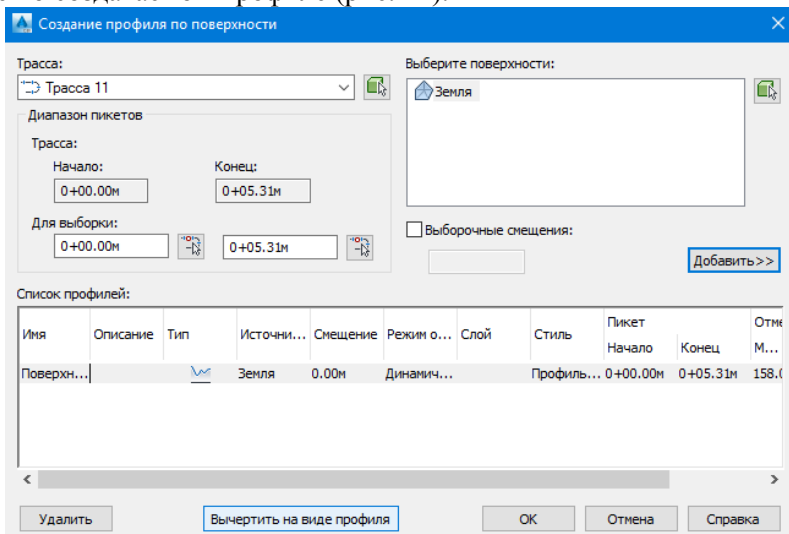

Рис. 44. Окно «Создание профиля по поверхности»
2. В диалоговом окне «Создание профиля по поверхности» нажать кнопку «Добавить», чтобы создать профиль по трассе. В списке профилей по выбранной трассе появится строка с информацией о создаваемом профиле (рис. 44).